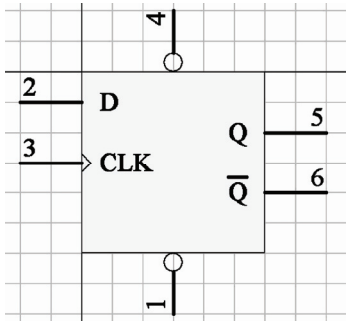

图3-89 修改引脚属性后的图形
引脚属性修改后的图形如图3-89所示。
8) 从图 3-89 可以看出 1 和 5 脚的名称因为没有显示出来, 所以有必要分别向这两个引脚添加注释文字, 即选择“Place”→“Annotation”命令, 或直接从绘图工具栏上选择放置注释文本的命令, 分别在 1 脚和 5 脚的名称端放置 CLR 和 PRE 注释文字。